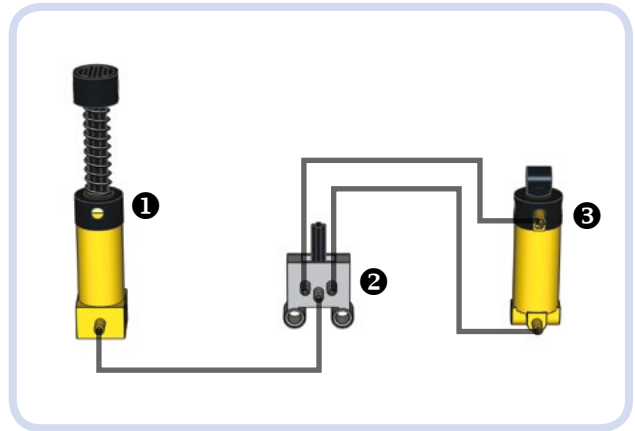

Abbildung 10-2: Das neue Pneumatiksystem ist einfach konstruiert.
LEGO hat das neue Pneumatiksystem (siehe Abbildung 10-2) 1989 zur Vereinfachung und zur Steigerung des Wirkungsgrads eingeführt. Beim neuen System fällt der Verteilerblock weg, außerdem wurden Pumpen und Zylinder neu konstruiert. Die alten Ventile sind jedoch nach wie vor in Verwendung. Das neue System ähnelt viel deutlicher echten Pneumatik- und Hydraulikanlagen.
Das gelbe Element ① in Abbildung 10-2 ist eine Pumpe, die nur im neuen System verwendet werden kann. Bei dem hellgrauen Ventil ② handelt es sich um das gleiche Bauteil wie im alten System, allerdings wird es anders angeschlossen: Luft strömt durch den mittleren Anschluss ein, und die seitlichen Anschlüsse sind mit dem Zylinder verbunden. Welcher Anschluss des Ventils mit welchem Anschluss des Zylinders verbunden ist, bestimmt, welche der beiden äußeren Ventilstellungen für das Ausfahren und welche für das Einfahren des Zylinders sorgt.